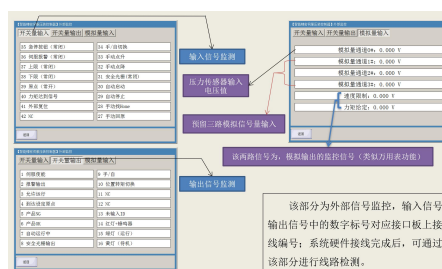

图2 参数设置
2. 参数设置界面主要包括工艺参数的设置和配方的编辑以及保存。如上图2所示